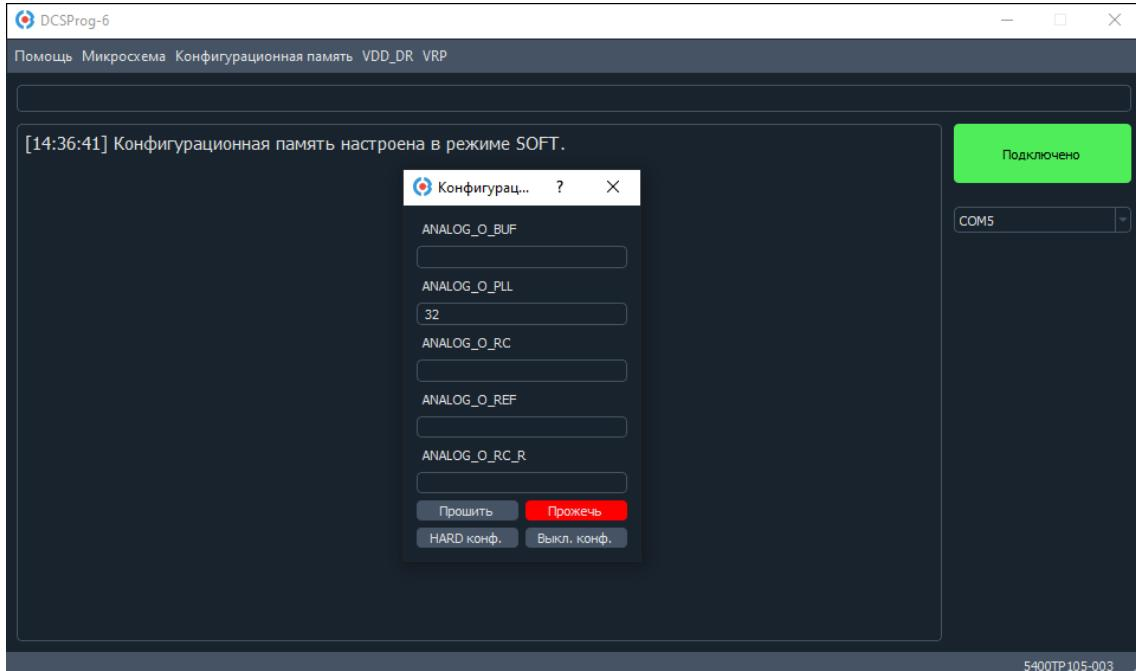

Рисунок 56. Окно программы после настройки в «SOFT» режиме
4. В основном окне программы будет выведено «Конфигурационная память настроена в режиме SOFT». В окне настройки конфигурационной памяти станет доступна кнопка «Прожечь» (Рисунок 56).